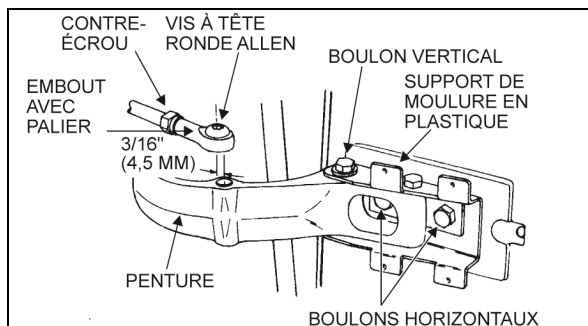

FIGURE 18 : CHARNIÈRE DE PORTE SUPÉRIEURE
- Retirer la vis à tête ronde Allen et la rondelle qui maintiennent l'embout à rotule sur la charnière supérieure. Voir la Figure 18.
- Retirer la vis à tête ronde Allen et la rondelle qui maintiennent la tige et le pivot sur la charnière supérieure. Voir la Figure 18.
3. Retirer la vis à tête ronde Allen et la rondelle qui maintiennent l'embout à rotule sur la charnière supérieure. Voir la Figure 18.